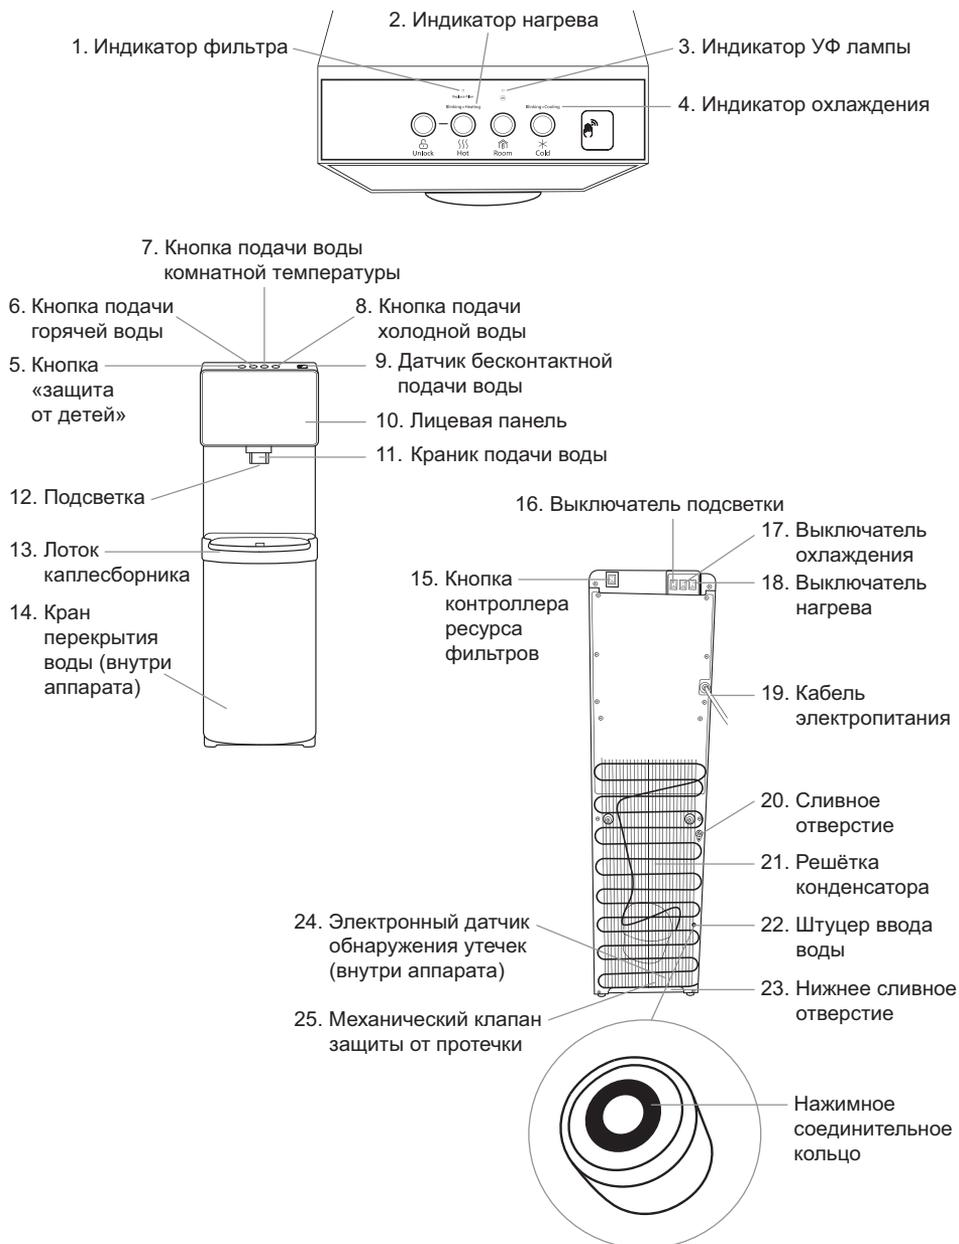

Рис. 1. Схема аппарата V450PUFMI Black
Индикатор нагрева (рис. 1–2)
Индикатор охлаждения (рис. 1–4)
Индикатор фильтра (рис. 1–1)
Индикатор УФ лампы (рис. 1–3)
Поставьте чашку или другую емкость для воды на лоток каплесборника (рис. 1–13) под краник подачи воды (рис. 1–11).
Чтобы налить горячую воду сначала нажмите на кнопку «защиты от детей» (рис. 1–5), затем нажмите и удерживайте кнопку подачи горячей воды (рис. 1–6). Во время подачи воды кнопка подсвечивается красным цветом.
Чтобы налить воду комнатной температуры или холодную воду, нажмите и удерживайте кнопку подачи воды комнатной температуры или холодной воды (рис. 1–7, 1–8). Во время подачи воды кнопка подачи воды комнатной температуры подсвечивается оранжевым цветом, а кнопка подачи холодной воды подсвечивается синим цветом.
Подсветка аппарата (рис. 1–12) включается и выключается с помощью выключателя (рис. 1–16), расположенного на задней панели аппарата.
Изначально кулер поставляется с преднастроенной включенной функцией, позволяющей пользоваться холодной водой без прикосновения к кнопке подачи холодной воды. Для подачи воды, пользователю нужно просто подвести и удерживать ладонь над датчиком бесконтактной подачи воды (рис. 1–9) на расстоянии примерно 5 см. Для остановки подачи воды убрать ладонь от датчика. Время непрерывной подачи воды при удержании ладони над датчиком составляет до 30 секунд по умолчанию.
Чтобы отключить бесконтактную функцию необходимо одновременно нажать и удерживать (обычно около 3 секунд) кнопки «защита от детей» (рис. 1–5) и подачи горячей воды (рис. 1–6) до момента, когда начнёт мигать подсветка кнопки «защита от детей» (рис. 1–5) и кнопки подачи холодной воды (рис. 1–8). Это означает, что бесконтактная функция будет отключена через 10 секунд, если не будут предприняты какие-либо действия. Если отключенную бесконтактную функцию необходимо вернуть в активный (включенный) режим, нужно отключить аппарат от сети, тем самым произведя сброс настроек к заводским установкам, или проделать манипуляции описанные ниже в пункте **2 (а-д)**.
- а.** установить под краник подачи воды (рис. 1–11) ёмкость, которая послужит мерным ориентиром и предотвратит расплёскивание и перелив воды из лотка каплесборника;
- б.** одновременно нажать и удерживать (обычно около 3 секунд) кнопки «защита от детей» (рис. 1–5) и подачи горячей воды (рис. 1–6);
- в.** когда начнёт мигать подсветка кнопки «защита от детей» (рис. 1–5) и подачи холодной воды (рис. 1–8), необходимо разместить ладонь над областью бесконтактного датчика (рис. 1–9);
- г.** ладонь необходимо удерживать над датчиком (рис. 1–9) в интервале от 0 до 40 секунд, индикаторы кнопок в это время перестанут мигать и будут подсвечивать кнопки непрерывно;
Для набора горячей воды необходимо нажать кнопку «защиты от детей» (рис. 1–5) и затем кнопку подачи горячей воды (рис. 1–6). Кнопка «защиты от детей» после нажатия мигает около 3 секунд, после чего возможность набора горячей воды (если набор воды не начался) будет снова заблокирована.
Перед включением нагрева или охлаждения обязательно убедитесь, что вода поступает во внутренние резервуары аппарата, для чего нажмите на кнопки подачи горячей (рис. 1–6) и холодной воды (рис. 1–8) и слейте небольшое количество воды через краник (рис. 1–11).
Для включения/отключения опций нагрева или охлаждения переключите тумблер нагрева (рис. 1–18) или охлаждения (рис. 1–17) в соответствующее положение – «включено» (I) / «выключено» (O). Не включайте данные опции, когда аппарат не заполнен водой. Если кабель электропитания (рис. 1–19) и выключатель нагрева (рис. 1–18) были включены, когда система еще не наполнилась водой полностью, работает термозащита, которую сможет отключить только специалист сервисного центра.
Когда Вы убедились, что холодная и горячая вода из краника идет непрерывной струей, установите выключатели нагрева и охлаждения (рис. 1–18, 1–17) в положение I.
При первом включении аппарата (или после длительного отключения) время нагрева воды длится 15–20 минут, время охлаждения воды длится около 1 часа и 20 мин. В это время компрессор может работать непрерывно, это не является неисправностью. Во время процесса нагрева будет гореть индикатор (рис. 1–2), расположенный над кнопкой подачи горячей воды. Во время процесса охлаж-
дения будет гореть индикатор (рис. 1–4), расположенный над кнопкой подачи холодной воды. По завершению процесса нагрева/охлаждения индикатор погаснет.
1. Лоток каплесборника (рис. 1–13) устанавливается в верхней части дверцы. Фиксация после характерного щелчка.